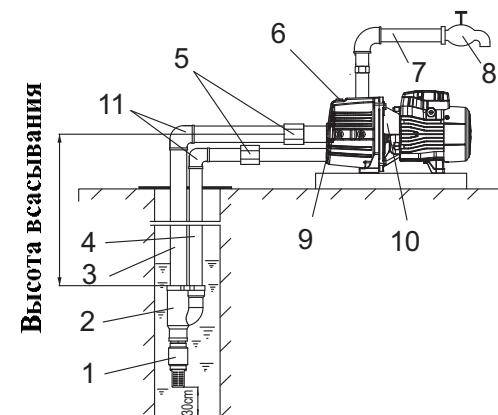

Рис. 7. Схема установки насосов моделей AJDm55/4H, AJDm75/4H, AJDm110/4H.
10. Входной и напорный трубопроводы должны быть закреплены между собой через каждые 5м медной проволокой (см. рис. 7 стр.11).